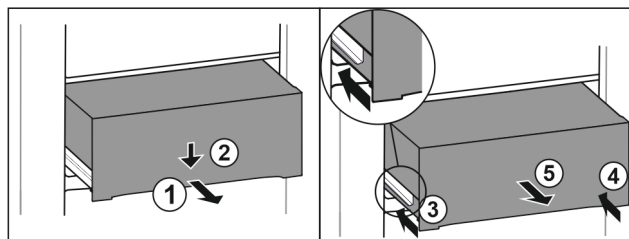

Fig. 158
- ▶ 将抽屉拉出一半。 Fig. 158 (1)
- ▶ 朝下按压正面的抽屉。 Fig. 158 (2)
- ▶ 将左侧轨道推入大约 2 cm。 Fig. 158 (3)
- ▶ 将右侧轨道推入大约 2 cm。 Fig. 158 (4)
- ▶ 朝前取出抽屉。 Fig. 158 (5)